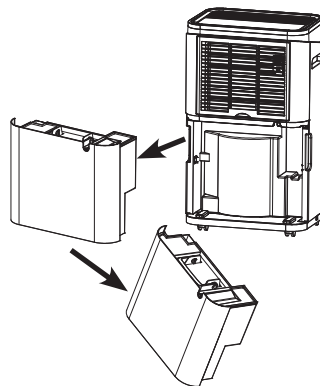

Рис. 3
• **А. Слив вручную (Рис. 3).** Опорожните резервуар для воды вручную.